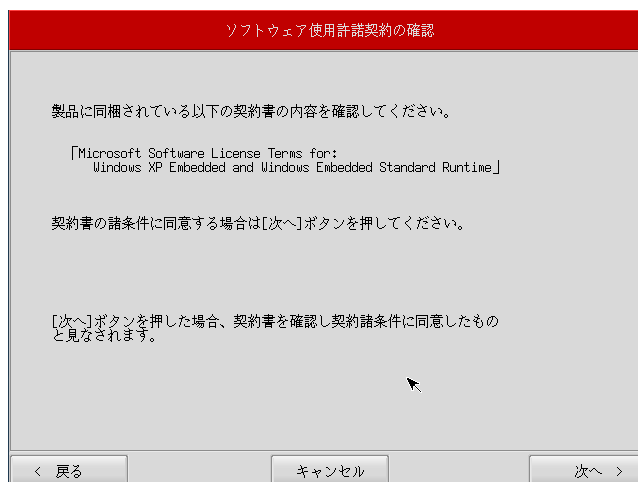

図 5-2-1. ソフトウェア使用許諾契約確認画面
- ⑤ ソフトウェア使用許諾契約確認画面（図 5-2-1）が表示されます。使用許諾契約を確認し、使用許諾契約の諸条件に同意できる場合は[次へ]ボタンを押します。